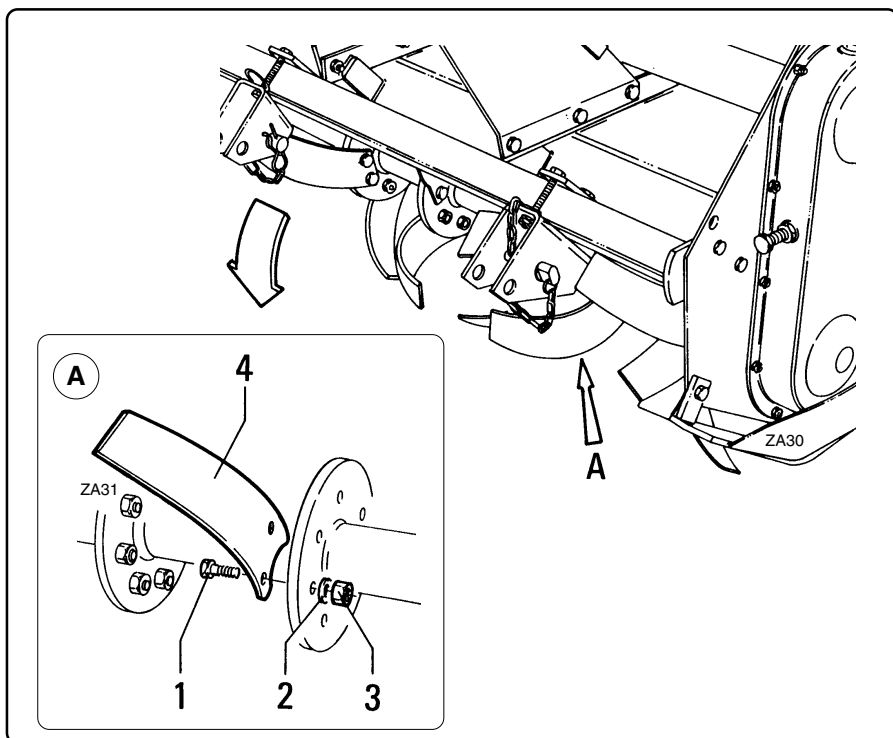

fig. 7.5.3
7.5.4 - Changing the hoe blades (fig. 7.5.3)
7.5.4 - Sostituzione delle lame (fig. 7.5.3)
- The hoe blades "4" fig. 7.5.3 must be replaced if they are damaged, bent, worn, blunt or liable to break during work.
- Se le lame "4" fig. 7.5.3 sono danneggiate, piegate, usurate, non affilate o in condizioni tali da rompersi durante il lavoro è necessario sostituirle.